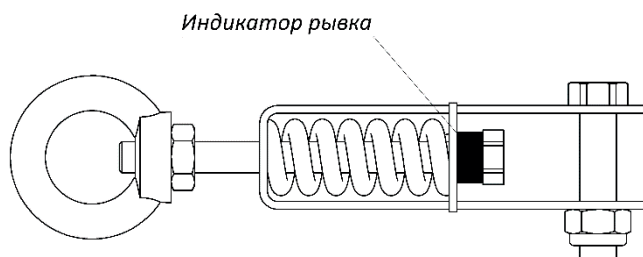

Рисунок 2
- проверить индикатор срабатывания на амортизаторе НС 1009. Отсутствие черного индикатора указывает на срабатывание анкерной линии [рисунок 2];